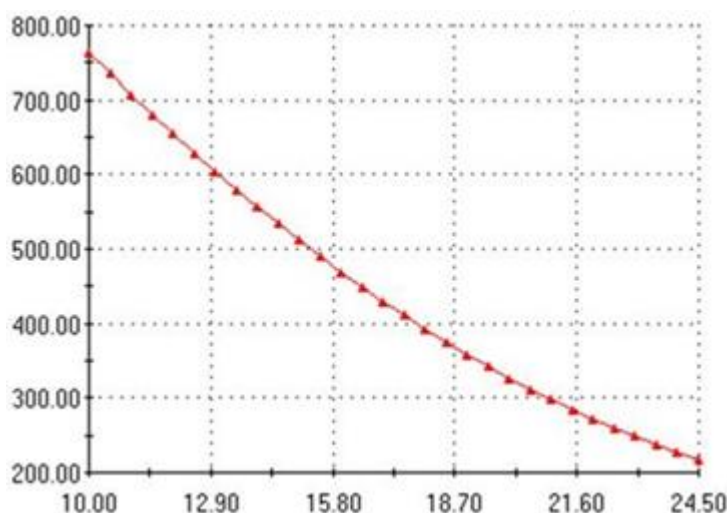

Рисунок 1.21 – График локальной тенденции
5. Закройте график (рис. 1.21).